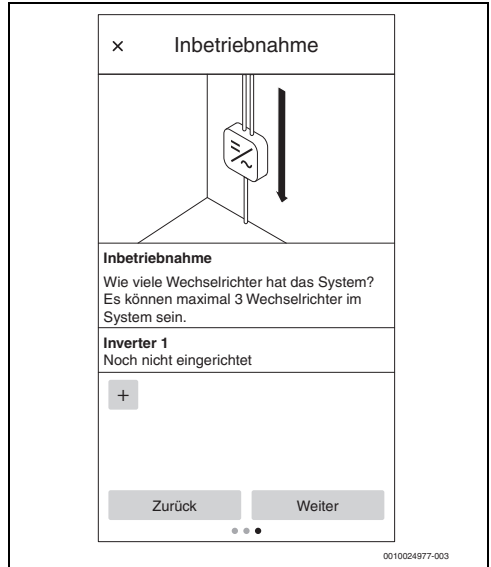

Bild 24 Anzahl der Wechselrichter angeben
3. Bei Bedarf einen weiteren Wechselrichter durch Tippen auf **+** hinzufügen (→ Bild 24).